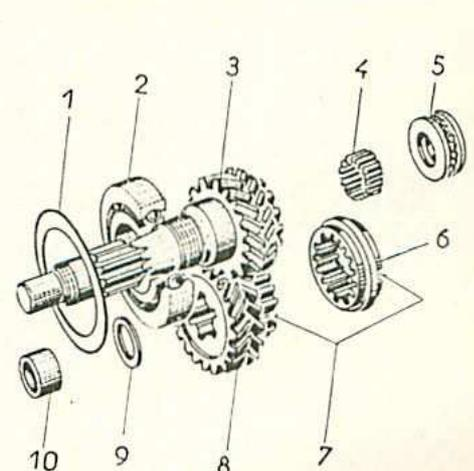

Fig. 27. — Détail du couple de transmission.
dans le pignon de transmission (3) (fig. 27), opérer comme suit :
- Placer le crabot de 4e (6) sur la roue de transmission (8), en faisant coïncider les encoches (7).